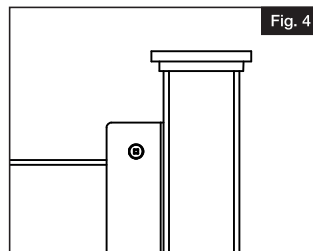

Fig. 4
- a. Installer la première planche en la faisant glisser le long des moulures en U de manière à ce qu'elle repose sur la languette de la moulure du bas (Fig. 4).